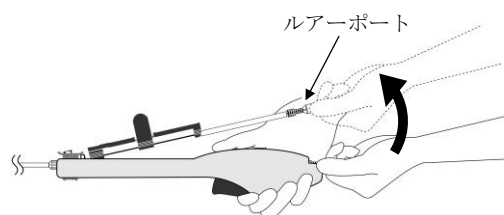

図 5
- (2) ハンドルを握った状態で、デリバリーシステムのシャフト末端のルアーポートを把持し、優しくひねりながらハンドルを取り外す（図 5）。